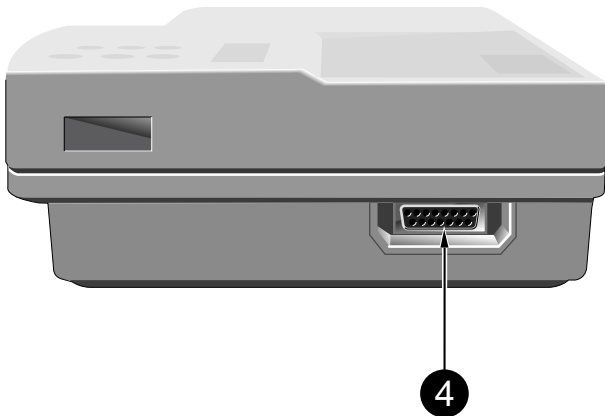

Bild 4-1. EKG-Signaleingang (Typ CF, hochisoliert, defibrillationsfest)
- Schließen Sie die Patientenleitung am Anschluß (4) an (Bild 4-1).